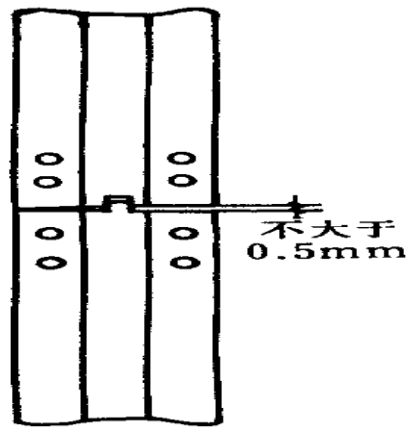

图 2-20 导轨连接板的间隙
(2) 导轨接头处的全长不应有连续缝隙，局部缝隙不大于 0.5mm（图 2-20）。